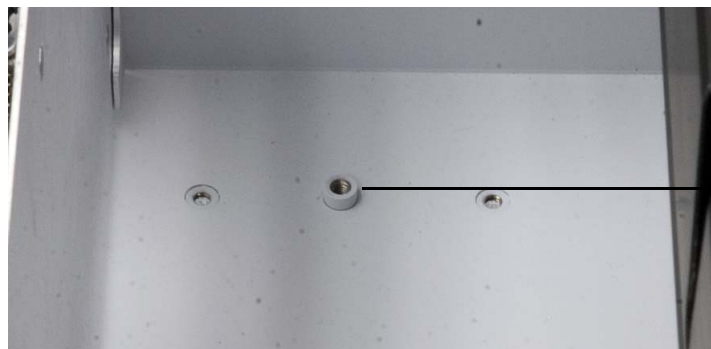
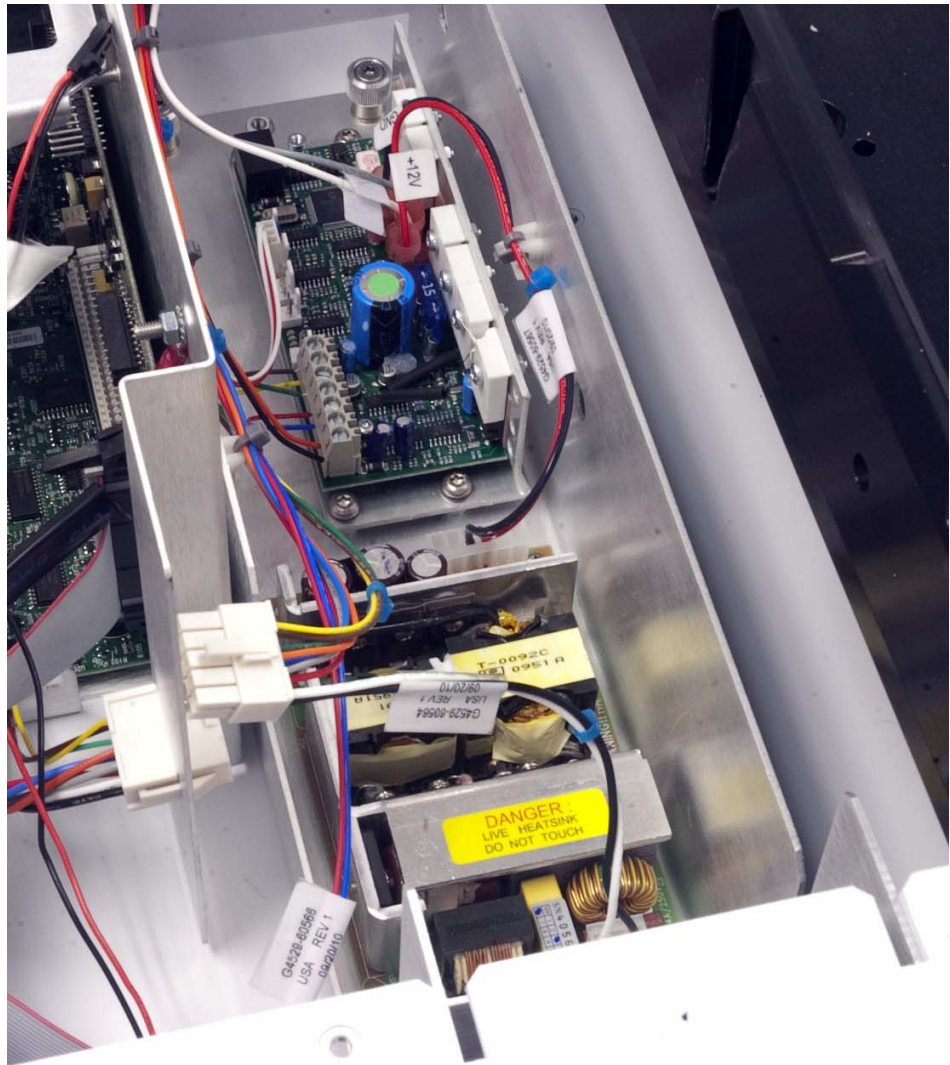

Abb. 29 Ein Ausrichtungsstift im Grundplattengehäuse
Abb. 30 Die im Grundplattengehäuse installierte Peltier-Spannungsversorgungs-Steuerplatine
- 6 Senken Sie die Peltier-Spannungsversorgungs-Steuerplatine vorsichtig mithilfe der Ausrichtungsstifte in das Grundplattengehäuse (Abb. 29 und Abb. 30).